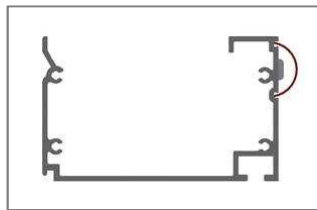
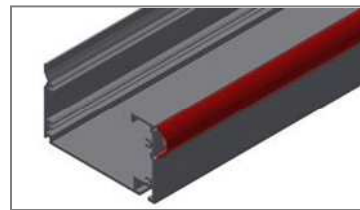

Abbildung 64
Abbildung 65
- » Drücken sie den Diffusor in die dafür vorgesehene Profilnut (Abbildung 64 und Abbildung 65)